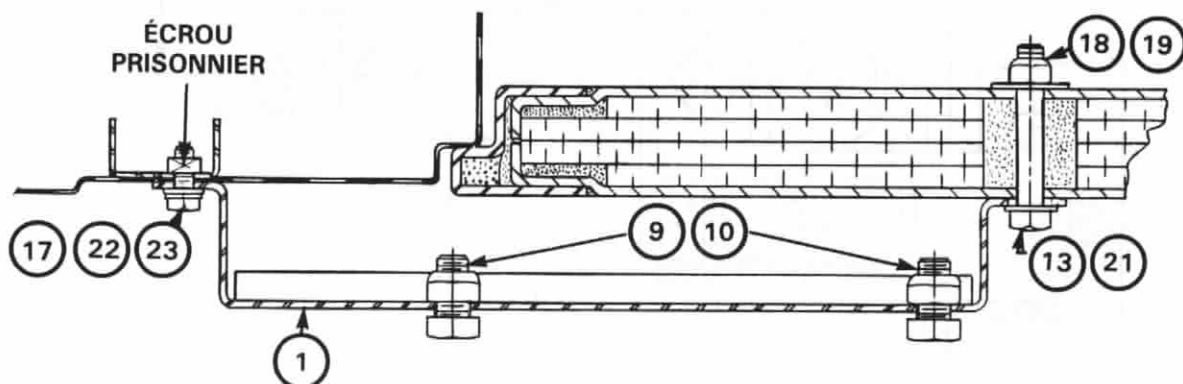

Figure 6 Installation du support du bidon de carburant
- b. Voir figure 6. Installer le support du bidon de carburant (1) pour qu'il s'adapte dans les trous et fixer le support à la carrosserie du véhicule au moyen des 3 vis (17), des rondelles (22) et des rondelles-freins (23).
- d. Voir figure 6. Installer une rondelle plate (21) sur chaque vis (13) et insérer les vis dans les trous pratiqués dans le support (1) et le hayon. Fixer le support au moyen de deux écrous indesserrables (18) et de deux rondelles plates de gros diamètre extérieur (19).